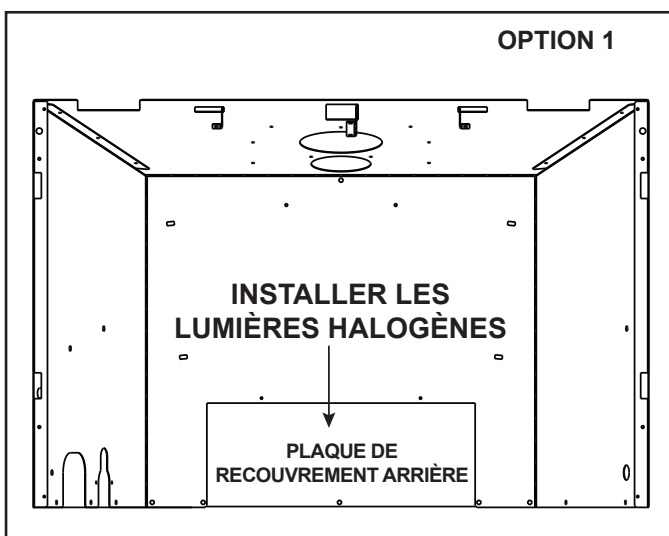

Figure 6.5 Retrait de la couvercle (Option 1)
- Retirez les cinq vis de la plaque de recouvrement arrière. Voir la figure 6.5.